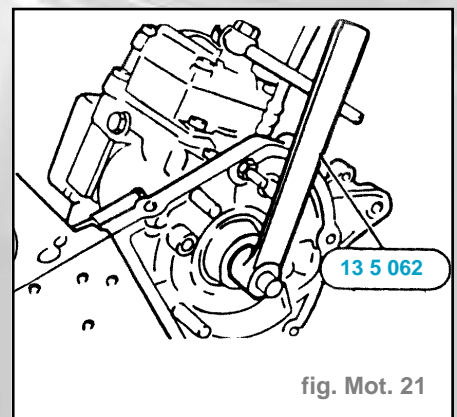

fig. Mot. 21
- Avec l'outil spécial 13 5 062, mettre l'arbre de la pompe d'injection Diesel sur le début de la course du cylindre 1. (Le levier doit être situé verticalement vers le haut avant la came perceptible) (fig. Mot. 21).